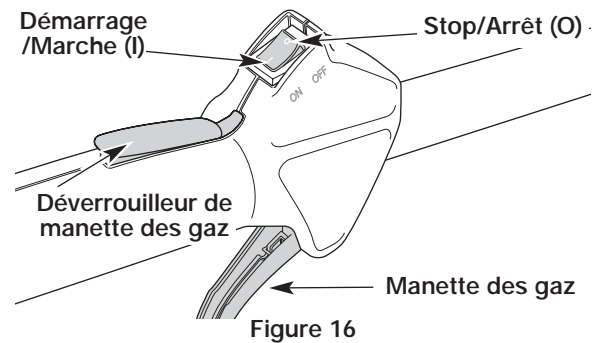

Figure 16
2. Mettez la commande Marche/Arrêt Stop en position **MARCHE (I)** (Fig. 16).
2. Mettez la commande Marche/Arrêt Stop en position **ARRÊT (O)** (Fig. 16).